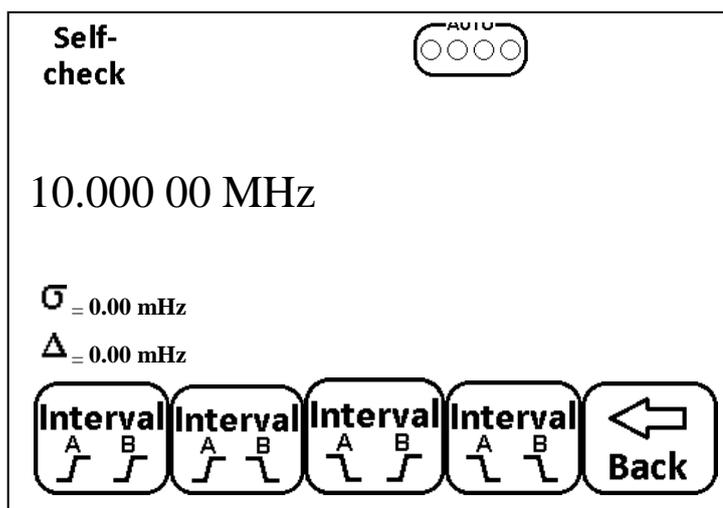

Рис.6.20 Выбор режима измерения интервалов времени между «А» и «В».
- Нажать кнопку меню F3, при этом на экране ЖК монитора появится меню режима измерения интервалов времени между каналами А и В, см. Рис.6.20;